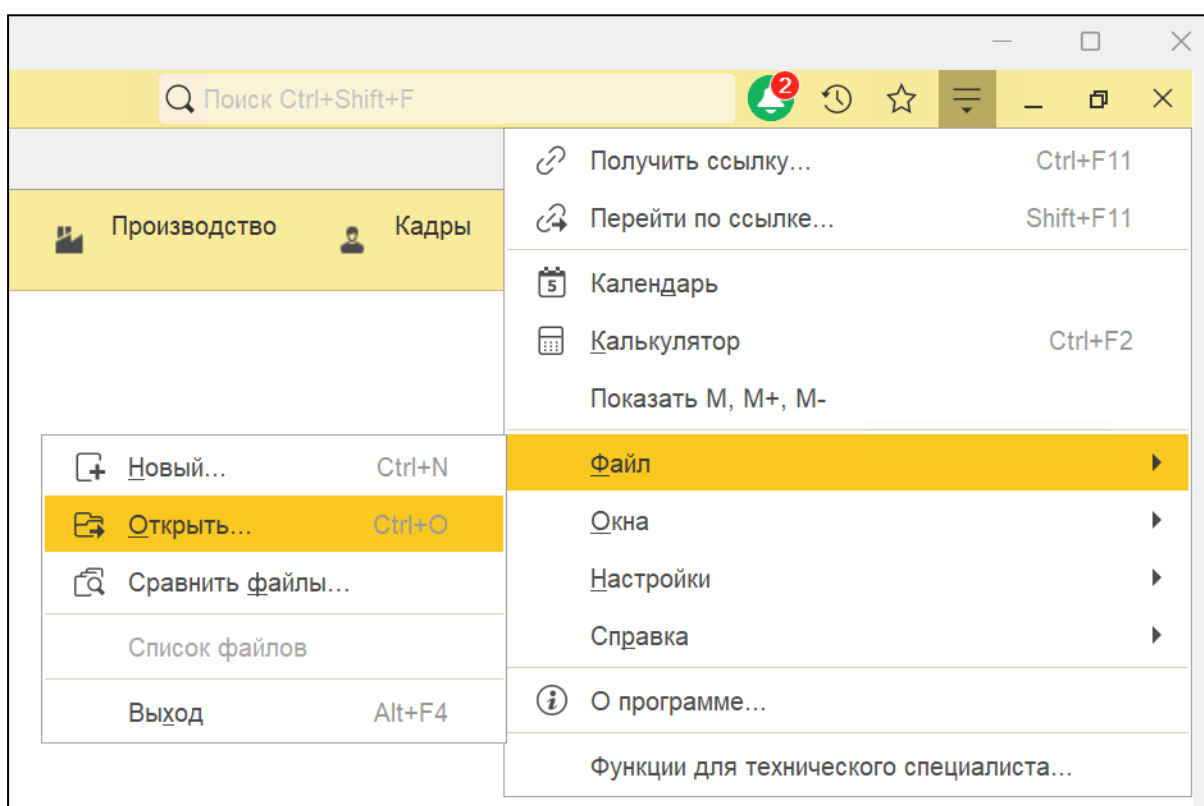

Рис. 9. Открытие через меню «Файл»
1. В правом верхнем углу нажмите на значок  и в открывшемся меню выберите «Файл» → «Открыть» (рис. 9).